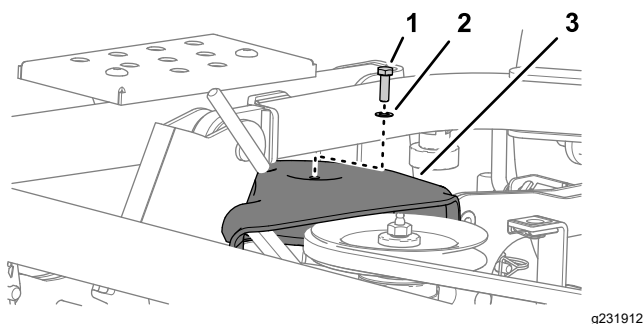

Figura 117
2. Îndepărtați urubul și aiba care fixează capacul fuliei pe puntea mainii de tuns iarba (Figura 117).
1. Aliniați capacul fuliei pe fulia din dreapta; consultai Figura 117 din Îndepărtarea capacului fuliei (Pagină 78).